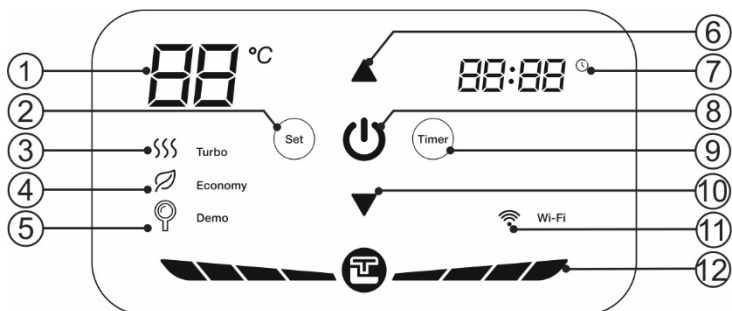

Рисунок 3. Панель управления
Рисунок 3: 1 – указатель температуры, 2 – кнопка «Set», 3 – индикатор «Turbo», 4 – индикатор «Economy», 5 – индикатор «Demo», 6 – кнопка «▲», 7 – указатель времени, 8 - кнопка «I/O», 9 – кнопка «Timer», 10 – кнопка «▼», 11 – индикатор «Wi-Fi» (опционно для моделей Wi-Fi), 12 – индикатор нагрева.
Включение/выключение ЭВН осуществляется кнопкой «I/O» на панели управления (Рис. 3, п.8), при этом на светодиодный индикатор показывает заданную температуру нагрева. Режим «Turbo» включается автоматически, при этом максимальная мощность составляет 2000 Вт. В процессе эксплуатации ЭВН потребитель может выбирать температуру нагрева при помощи двух клавиш «▲» «▼» (Рис. 3, п.6 и п.10). При кратковременно нажатии клавиш значение температуры будет изменяться на 1 градус в секунду, при долговременном нажатии – на 5 градусов в секунду. Диапазон регулировки температуры составляет от 30°C до 75°C, а температура по умолчанию составляет 75°C. Нажмите кнопку «Set», чтобы переключить ЭВН в экономичный режим «Economy». При переходе в экономичный режим включается индикатор экономичного режима, и температура будет заблокирована на значении 55°C при мощности нагрева 1300 Вт. В экономичном режиме температуру нельзя регулировать вручную. Нажмите кнопку «Set» снова, чтобы выйти из экономичного режима.
1. Установка времени включения. указатель времени (Рис. 3, п.7) должен светиться. Нажмите кнопку «Set», установить значение ЧАСЫ с помощью кнопок «▲»
«▼» (Рис. 3, п.6 и п.10). Кратковременное нажатие изменяет значение +1/-1, длительное нажатие - +5 /-5. Диапазон значения ЧАСЫ: 0-23. Повторно нажмите «Set», установите значение минуты таким же способом.
2. Установка времени выключения. После установки времени включения нажмите кнопку «Set», иконка должна мигать. Нажмите кнопку «Set», установить значение ЧАСЫ с помощью кнопок «▲» «▼» (Рис. 3, п.6 и п.10). Кратковременное нажатие изменяет значение +1/-1, длительное нажатие - +5 /-5. Диапазон значения ЧАСЫ: 0-23. Повторно нажмите «Set», установите значение минуты таким же способом.
3. При установке значения ЧАСЫ таймер отключится, если кнопок кнопок «▲» «▼» (Рис. 3, п.6 и п.10) не касаться более 5 секунд.